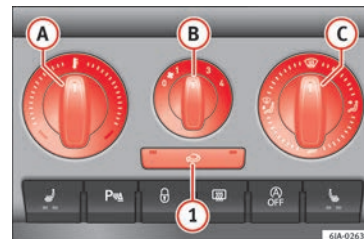

Fig. 170 Calefacción: elementos de manejo.
La salida de aire de los difusores se ajusta con el mando (C) » fig. 170. Los difusores 3
- La temperatura aumenta girando el mando **A** » **fig. 170** hacia la derecha.
- Conecte el ventilador girando el mando **B** » **fig. 170** a las posiciones de 1 hasta 4.
- Girando el mando **C** » **fig. 170** se ajusta el acceso de aire a los respectivos difusores » pág. 156, Difusores de aire.
Todos los elementos de manejo, salvo el mando **B** » **fig. 170**, se pueden colocar en cualquier posición intermedia.
Si el rotativo **C** » **fig. 170** está en posición de deshielo, la trampilla de recirculación estará siempre abierta (indicador luminoso apagado).
- Pulse la tecla **1** » **fig. 170**, el testigo de la tecla se ilumina indicando que se ha activado la recirculación del aire interior del habitáculo.